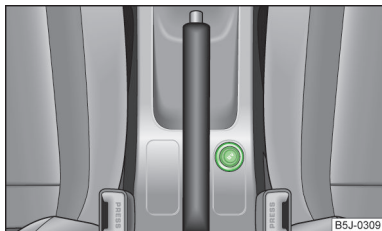

Fig. 63
- Enfoncez le bouton d'allumage de l'allume-cigare » fig. 63.
Dans la console centrale avant » fig. 63 à la page 73.